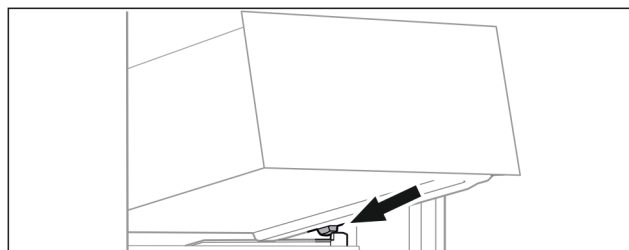

Fig. 97
- ▶ Sett skuffen på skrå bak stopperne på beholderribben. (se Fig. 97)